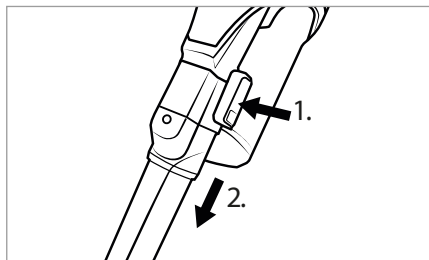

Fig. 15
- ♦ Pour retirer l'accessoire, maintenez la touche de déverrouillage de l'accessoire enfoncée, puis retirez l'accessoire du tube d'aspiration 23 ou de l'orifice d'aspiration de l'appareil (voir fig. 15).